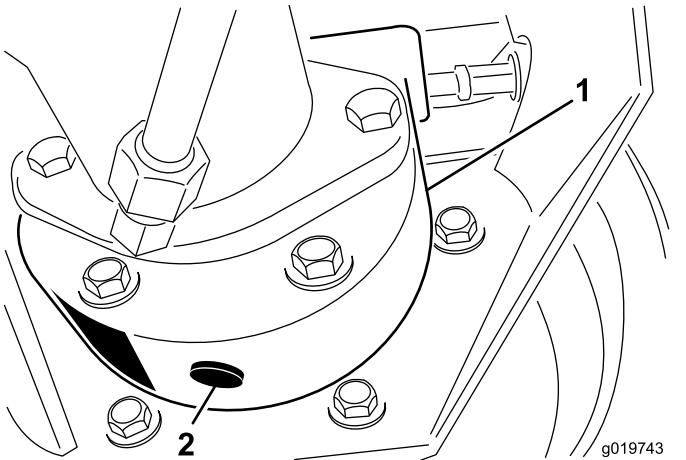

Figure 55
- Placez un bac de vidange sous le carter de frein et enlevez le bouchon pour permettre à l'huile de s'écouler (Figure 55).